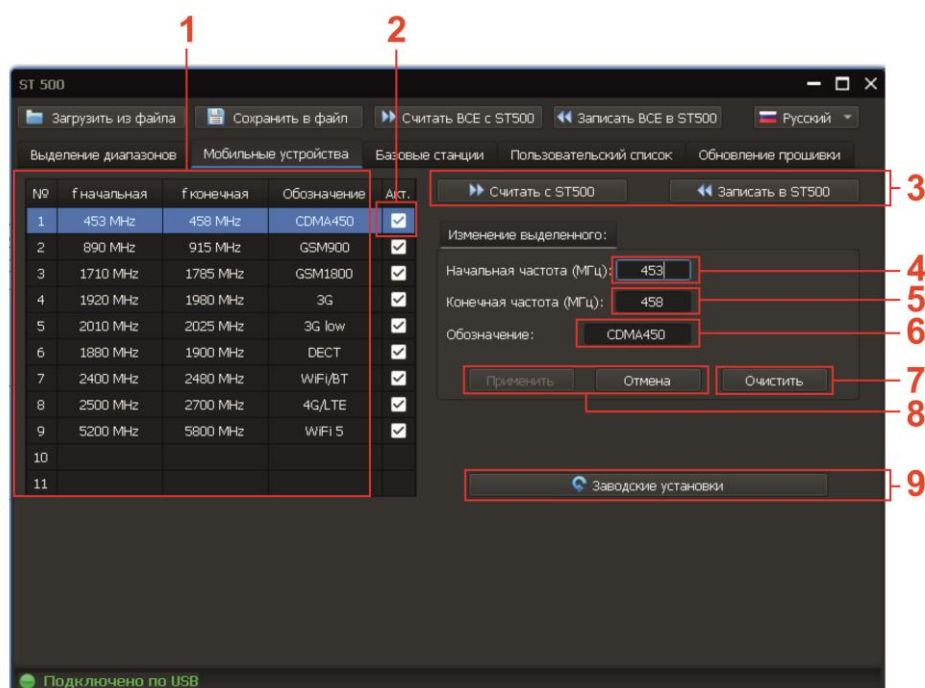

Рис.50
Экран прибора после включения режима представлен на рис.50.
Цифрами на рис.50 обозначено:
1. Перейти на вкладку «Мобильные устройства». Экран прибора представлен на рис.50
- начальной и/или конечной частоты (рис.50, п.4,5)
- ввести обозначение диапазона (рис.50, п.6)
- установить признак активности (рис.50, п.2)
- начальной и конечной частоты (рис.50, п.4,5)